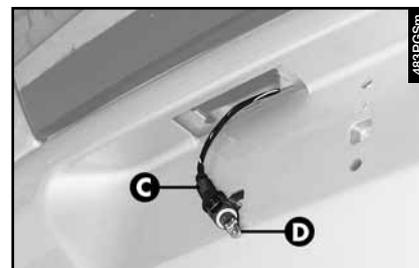

fig. 62
- Sortir le porte-lampe (**C-fig. 62**) en faisant tourner légèrement et remplacer l'ampoule (**D**) montée par pression.
- Remonter le porte-lampe (**C-fig. 62**) et le groupe complet (**B-fig. 61**).